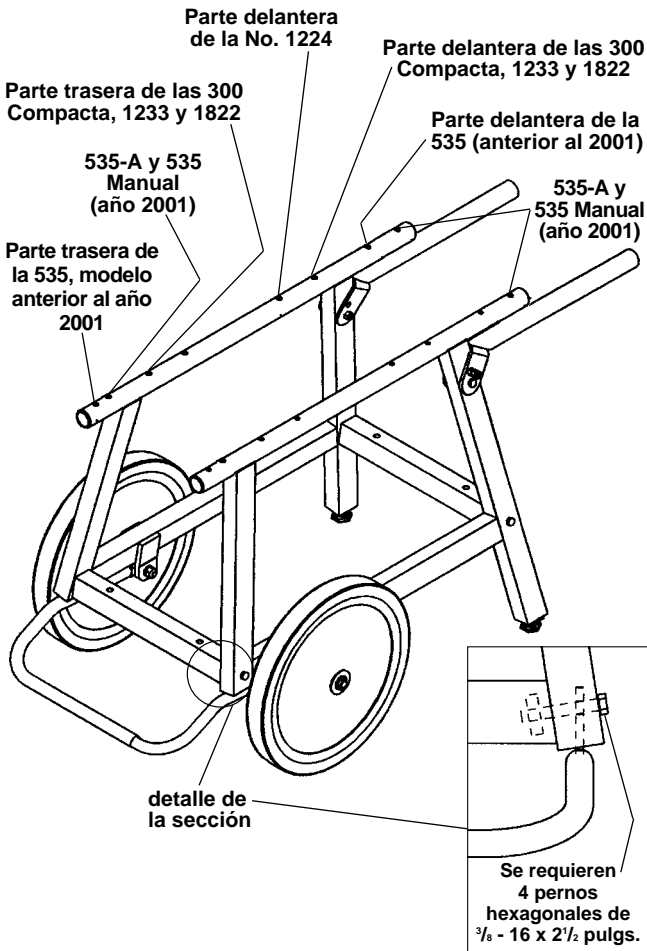

Figura 3 – Soporte
2. Ensamble el soporte con las calcomanías interiores apuntando hacia el interior del soporte (*Figura 3*).
3. Introduzca las barras del freno en la parte de abajo de las patas, como se muestra en el dibujo. Use los cuatro (4) pernos hexagonales de $\frac{3}{8}$ - 16 x 2 $\frac{1}{2}$ pulgs. para fijar las patas a la viga cruzada. Ponga las dos mitades del freno del soporte a la distancia correcta para que encajen en las patas traseras del soporte. El Soporte No.100A con Patas y Bandeja no requiere la barra de frenado ni la incluye.
⚠ CUIDADO Para funcionar en forma óptima y equilibrada, las máquinas RIDGID deben montarse al soporte sobre los agujeros correctos (Figura 3).